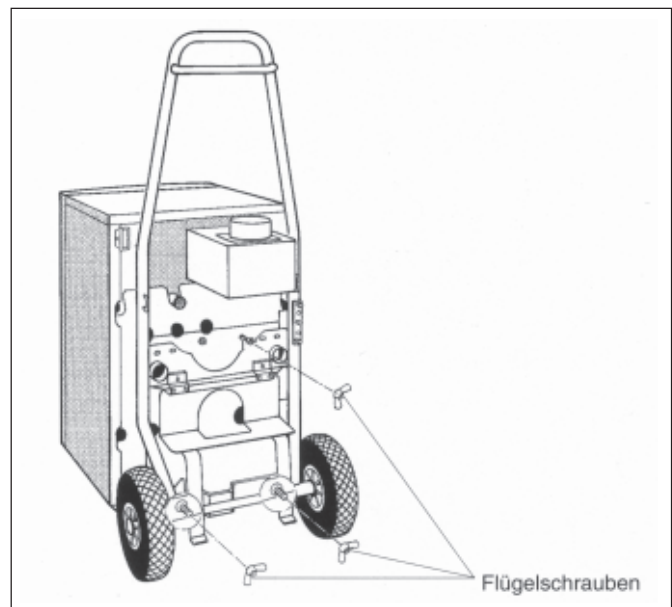

Abb. 3: Transportkarre*
- Zum Fahren mit **Transportkarre*** Kessel mit drei Flügelschrauben an der Transportkarre befestigen (Abb.3)